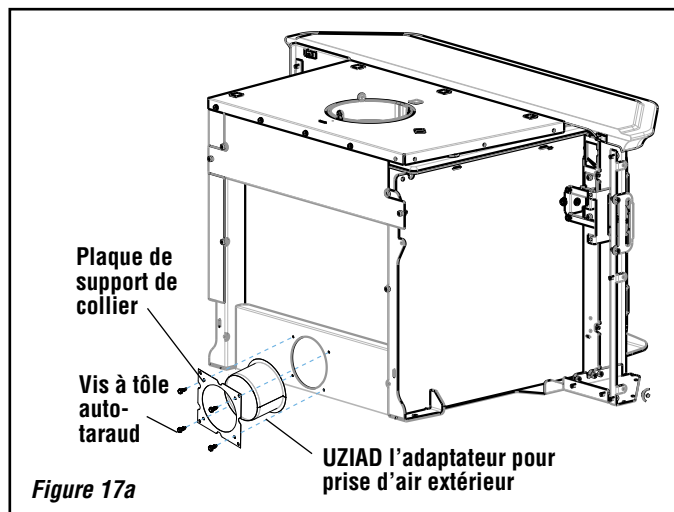

Figure 17a
Col avec support de col : Centrer le collier de 4 po de diamètre sur l'orifice d'admission d'air, puis le fixer avec le support de collier à l'aide des quatre (4) vis Tek de 5/8 po fournies, en alignant la plaque sur les trous de capture de l'unité. Dans certains cas, les trous de capture ne sont pas percés; dans ce cas, utiliser les vis Tek pour commencer les trous directement (*Figure 17a*).